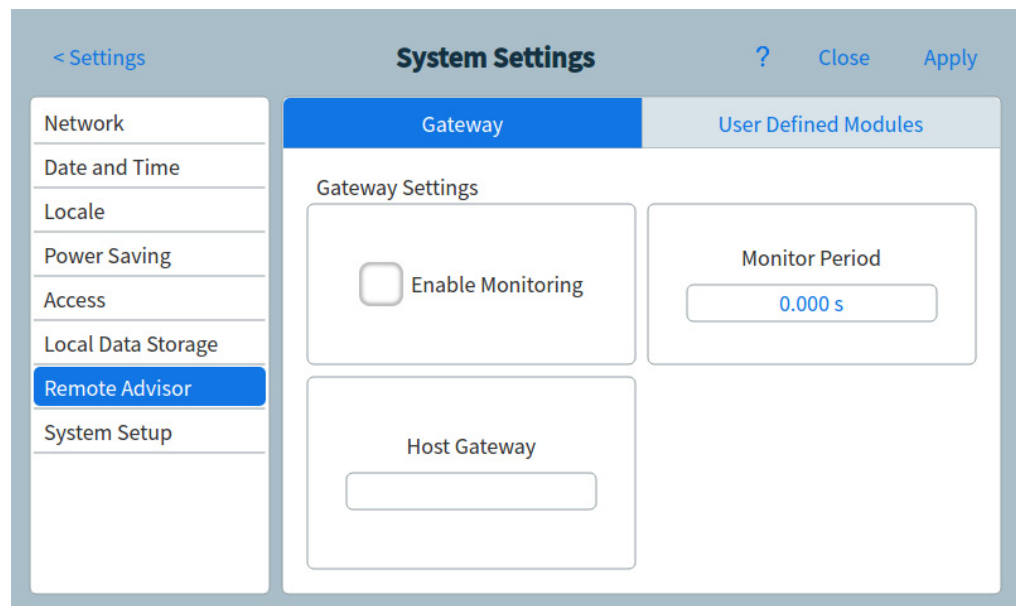

Figura 45 Pagina avviso remoto
- 1 Dalla pagina System Settings, premere il tasto di selezione **Remote Advisor**. Compare la pagina avviso remoto. Vedere Figura 45.